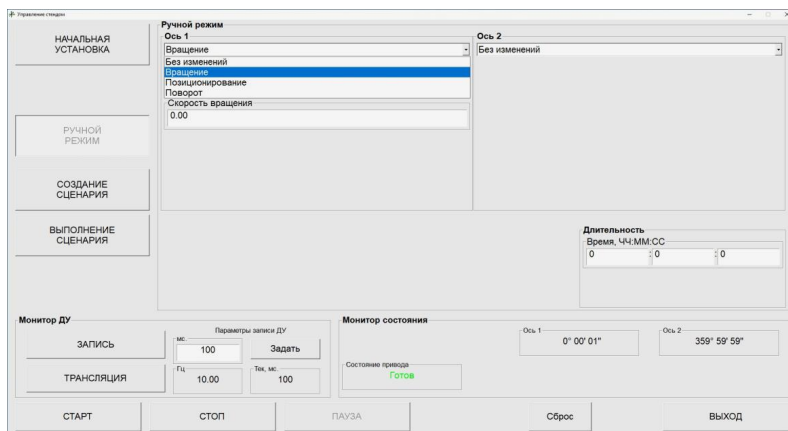

Рис. 8 – «Ручной режим»
2) «РУЧНОЙ РЕЖИМ» предназначен для случаев, когда создание сценария испытаний не требуется. При выборе оператором этого режима появится соответствующее окно (рис. 8).